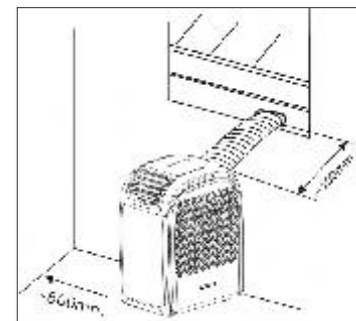

Рис. 1
- 1) Обеспечить свободное пространство не менее 50 см с фильтрующей стороны устройства (рис.1).